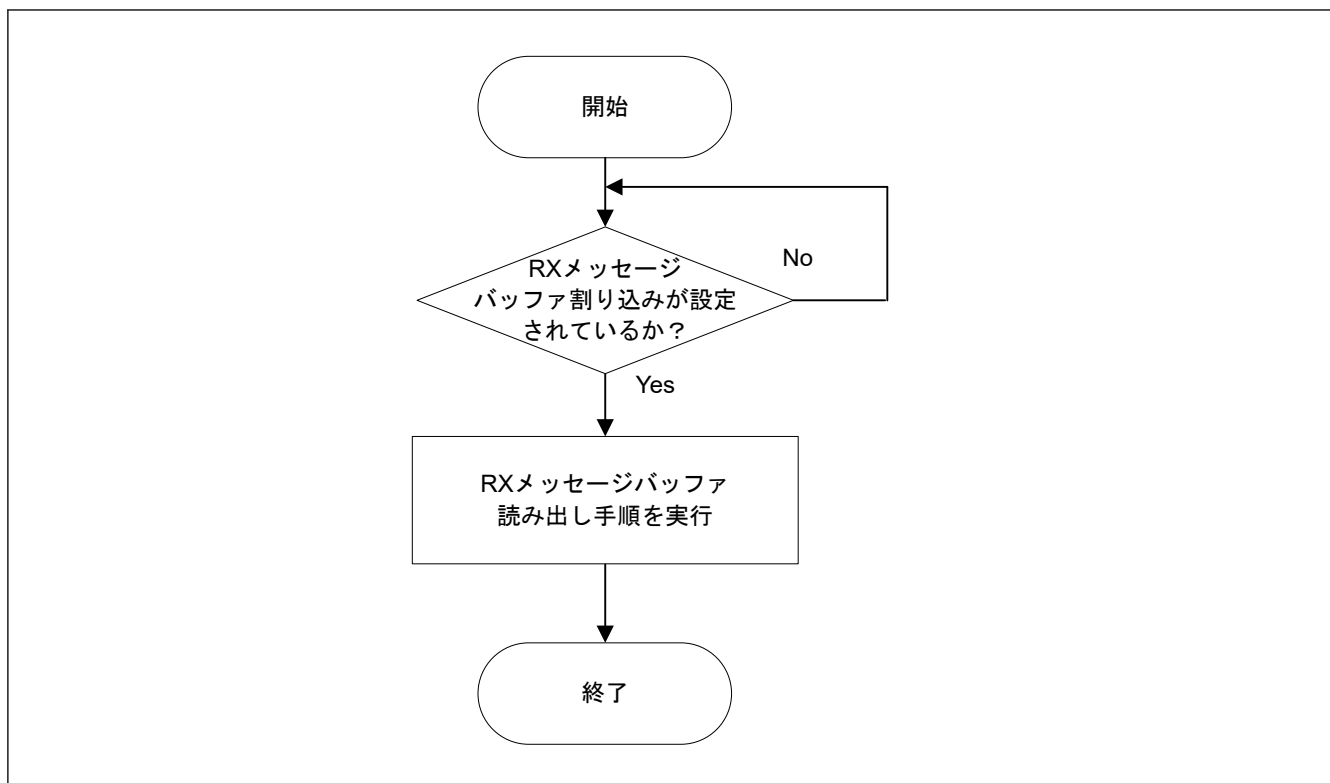

図 31.36 RXメッセージバッファのメッセージアクセス手順 (割り込み)
- 注. 割り込みを使用する場合も、既存のソフトウェア手順と同様の処理を行ってください。(図 31.36 を参照してください。)